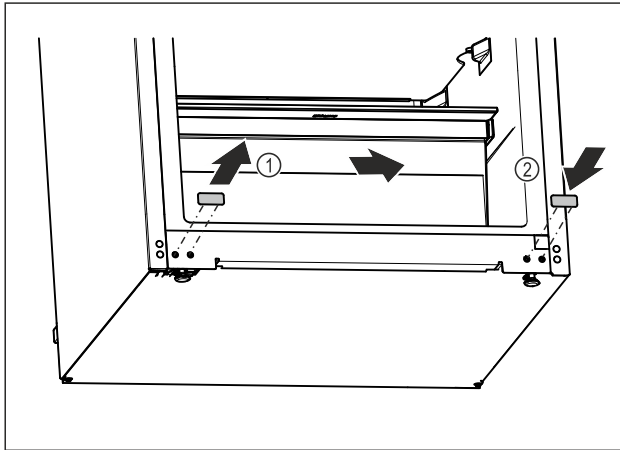

Fig. 13
- ▶ Vedä peitetulpat irti. Fig. 13 (1)
- ▶ Aseta peitetulpat vastapäiselle puolelle. Fig. 13 (2)